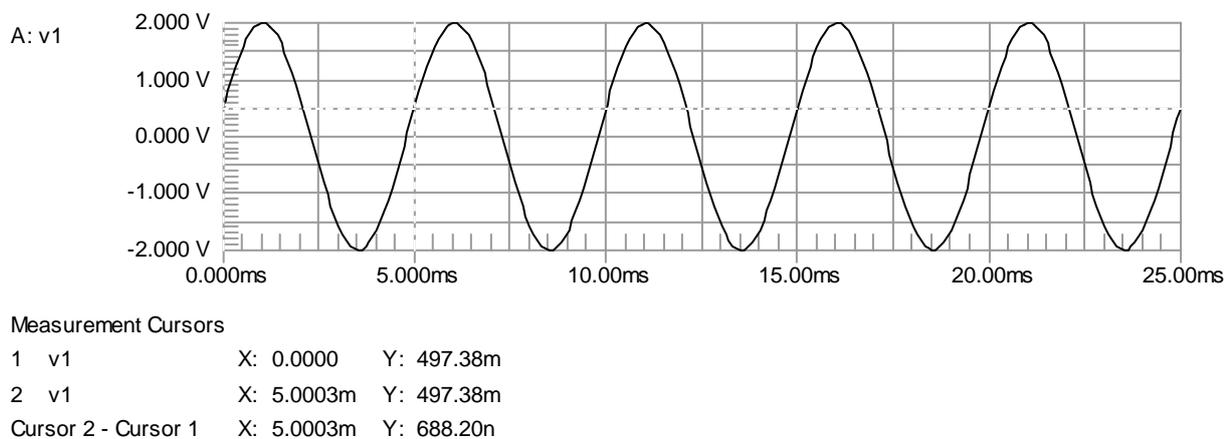

fig. 1
- il valore di picco V_p (o ampiezza) che è l'escursione massima che il segnale compie attorno allo zero; in fig. 1, $V_p=2V$
- il valore picco picco V_{pp} , che è la differenza tra il valore massimo e quello minimo; in fig. 1, $V_{pp}=4V$
Osserviamo che, in fig.1, il segnale, all' inizio della nostra osservazione ($t=0$) ha un valore diverso da zero